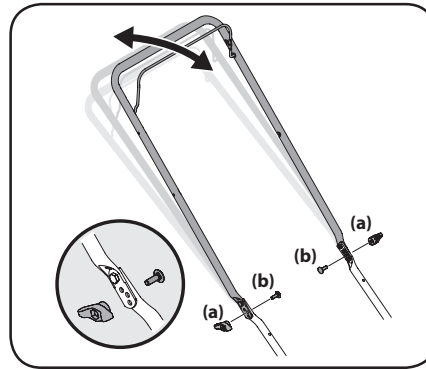

Figura 2-13
1. Retire las perillas de aleta (a) y los pernos de carro (b) de la manija. Consulte la Figura 2-13.
2. Coloque la manija en una de las tres posiciones que sea más cómoda. Consulte la Figura 2-13.